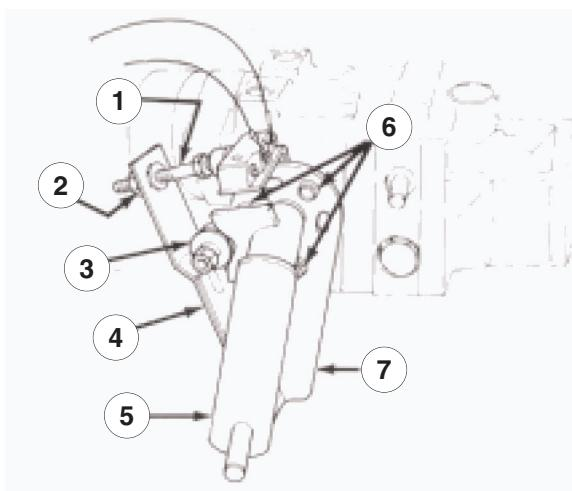

Figure 37
1. Garez la machine sur une surface plane et horizontale, et arrêtez le moteur. Serrez le frein de stationnement, basculez le siège en avant et actionnez le levier de la pompe (Fig. 37) pour vérifier si l'ensemble est correctement positionné et fonctionne librement. Corrigez les défauts éventuels.
6. Comme la roue tourne, la plaque de la pompe doit être réglée. Placez la manette d'accélérateur en position de ralenti auparavant. Si la roue tourne vers l'avant, desserrez les vis et tapez légèrement le bas de la plaque de la pompe dans le sens anti-horaire (Fig. 37). Tapez la plaque dans le sens horaire si la roue tourne en arrière.
(Fig. 37). Lorsque la roue s'arrête de tourner, serrez les vis qui fixent la plaque de la pompe contre le côté de la transmission. Vérifiez le réglage avec la commande d'accélérateur en position de ralenti, puis de régime maximum.
- Le roulement à billes est mal fixé ou usé (Fig. 37).
- Ressorts à lames affaiblis ou endommagés (Fig. 37). Remplacez.
2. Actionnez le levier de la pompe (Fig. 37) pour vérifier que toutes les pièces fonctionnent librement et sont bien positionnées.
3. Desserrez l'écrou de blocage. Tournez la vis de réglage du contacteur (Fig. 37) autant que nécessaire pour créer un espace entre la tête de la vis et le bouton du contacteur.